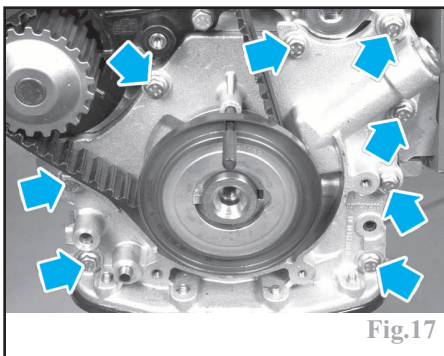

Fig.17
-les huit vis de la pompe à huile en bout de vilebrequin (Fig.17).